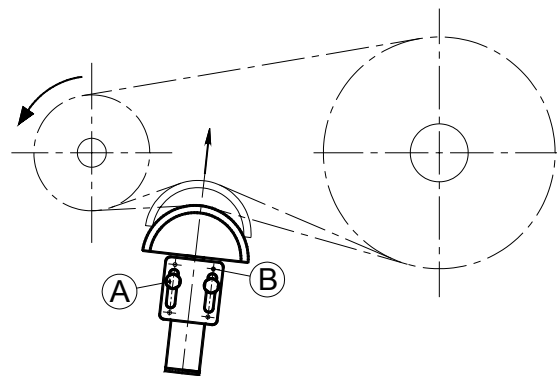

fig 1
Les tendeurs Ten Bloc sont fixés à la structure de la machine à l'aide de vis M8 pos (A) fig. 1, qui sont introduites dans les fentes de 9 mm du corps.
En outre, sur l'un des deux côtés du corps du caisson, sont présentes quatre niches servant de centres si l'utilisateur veut percer le corps afin d'augmenter la fixation du tendeur à l'aide de goupilles ou de vis M6 pos. (B) de la fig.1.
Ten Bloc tensioners are fixed to the structure of the machine by M8 screws, positioning (A) of figure 1, that are put in slots with length 9mm present on the body.
On one of the two sides of the box body there are also four hollows that can be used as marks if the user want to drill the body in order to increase the fixing of the tightener by pins or M6 screws, positioning (B) of figure 1.